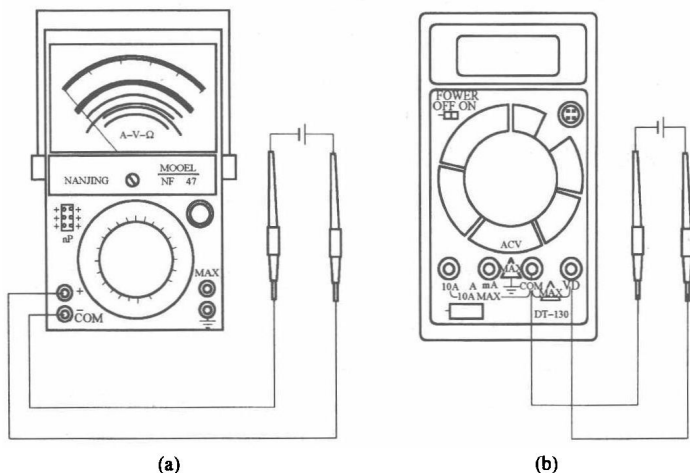

图 1-4 用万用表测量直流电压
(1) 直流电压测量。用指针式万用表测量直流电压时（以 MF500 为例），可将红表笔插入“+”插孔中，黑表笔插入“-”插孔中；将左、右选挡旋钮分别置于“V”和直流电压估测挡位上；将表笔并接在被测负载或信号源上；读取指针指示的刻度，如图 1-4（a）所示，刻度线应与所在挡位相对应。
负载或信号源上读取显示屏的数值。数字式万用表显示电压数值的同时会显示红表笔的极性 [见图 1-4 (b)]。